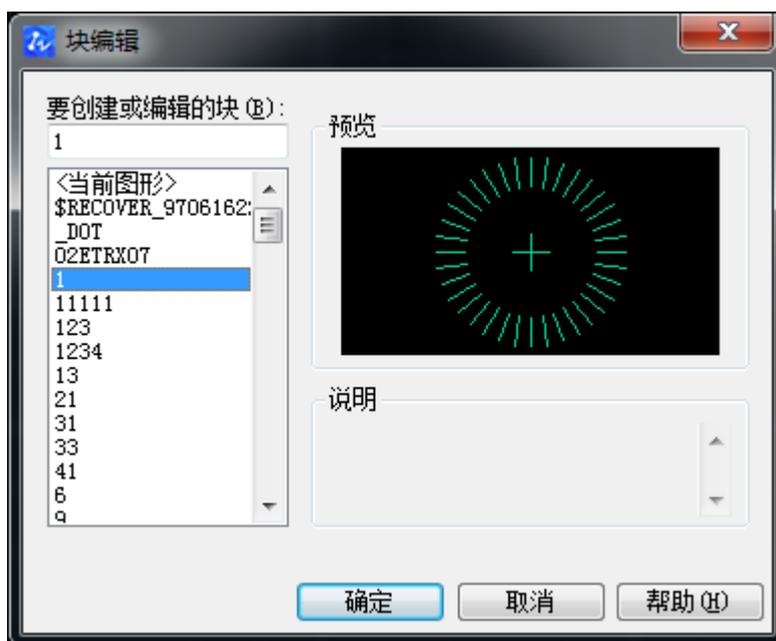

图 9-12 启动块编辑对话框
1) 执行 Bedit 命令,在左边的列表中选择要编辑的块,可在对话框中看到预览效果和说明信息,如图 9-12 所示: